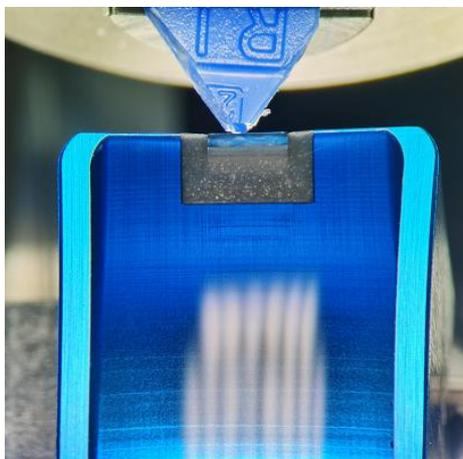
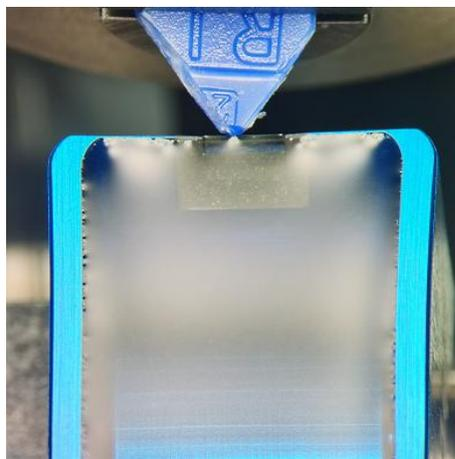

图 9
图 10
- d) 水槽加水。通过滴管往水槽加入超纯水至整个液面鼓起，然后用睫毛笔将水槽前段拐角处与刀锋蘸湿，如图 9。将蠕动泵的水管插入水槽内，逆时针滚动蠕动泵的滚轮，将水槽液面调节至全部发亮即可，如图 10；